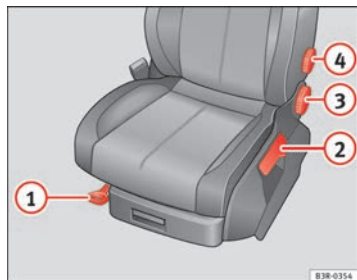

Fig. 105 Commandes du siège conducteur
- Tirez le levier ① ⇒ fig. 105 vers le haut et avancez ou reculez votre siège.
- Relâchez le levier ① et déplacez encore le siège jusqu'à ce que le dispositif de verrouillage s'enclenche.
- Tirez le levier ② ⇒ fig. 105 à plusieurs reprises vers le haut jusqu'à ce que la position souhaitée soit atteinte.
- Tournez la molette ③ ⇒ page 140, fig. 105 pour régler l'inclinaison du dossier.
- Écartez le buste du dossier et tournez la molette ④ ⇒ page 140, fig. 105 pour régler l'appui lombaire.